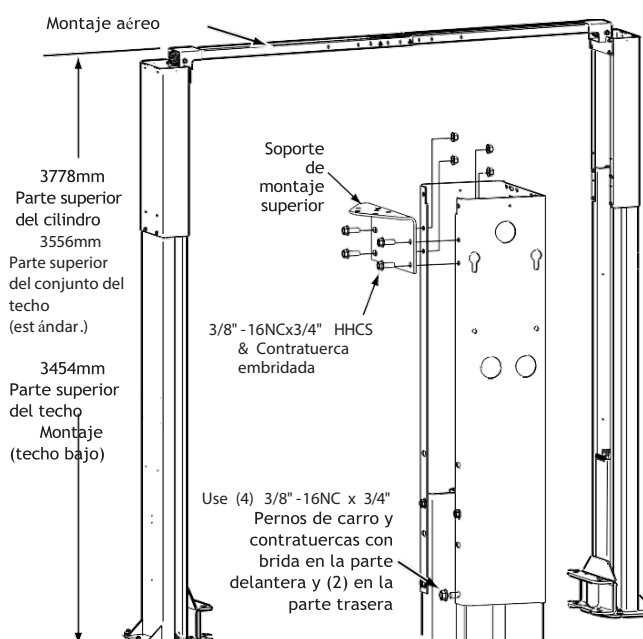

Fig. 2
Consulte la Fig. 2 para conocer la altura total de elevación de cada modelo específico de grúa. Añada 25 mm a la altura total hasta el obstáculo más bajo.
Antes de situar las columnas en posición vertical, instale las extensiones de columna utilizando (12) tuercas de seguridad HHCS de 3/8"-16NCx3/4" y tuercas de seguridad con reborde, Fig. 2 y Fig. 3.
Soporte de montaje superior: Instale los soportes de montaje en las extensiones de columna, Fig 2.